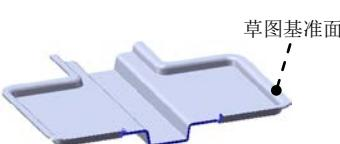

图 16.6.42 切除—拉伸 1
Step4. 创建图 16.6.42 所示的切除—拉伸 1。
- (1) 选择命令。选择下拉菜单 **插入(I)** → **切除(C)** → **拉伸(E)...** 命令。
- (2) 定义特征的横断面草图。
- ① 定义草图基准面。选取图 16.6.42 所示的表面作为草图基准面。